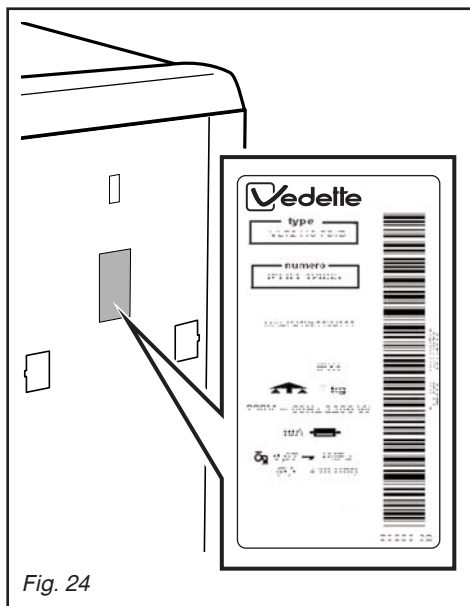

Fig. 24
– tournez légèrement le tambour, portillons ouverts, vers l'avant de la machine (Fig. 24). Par les ouvertures laissées libres par le retrait de la pièce **C**, vous avez accès au filtre de pompe **F**.
- retirez-le de son logement (Fig. 24)
– Les éventuelles interventions sur votre appareil doivent être effectuées par un professionnel qualifié dépositaire de la marque. Lors de votre appel, mentionnez la référence complète de votre appareil (modèle, type, numéro de série). Ces renseignements figurent sur la plaque signalétique située au dos de votre appareil (voir Fig. 24).